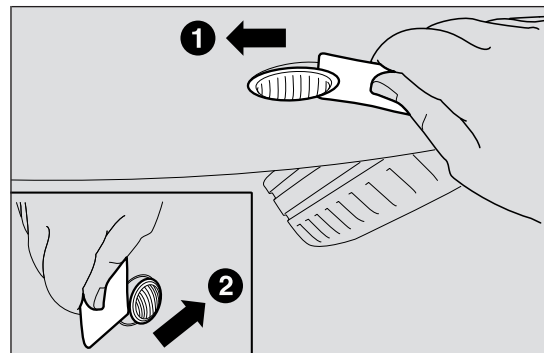

fig. 112
- faire levier sur le transparent en partant de l'avant vers la partie arrière (1 - fig. 112) ;
- puis faire levier dans la direction opposée en partant de l'arrière (2 - fig. 112) et extraire le groupe B ;